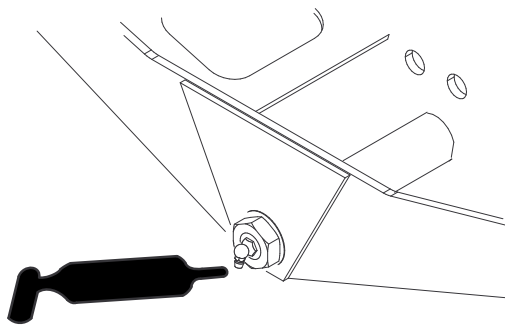

Figura 81
- Perno sterzante del ponte (1) (Figura 81)